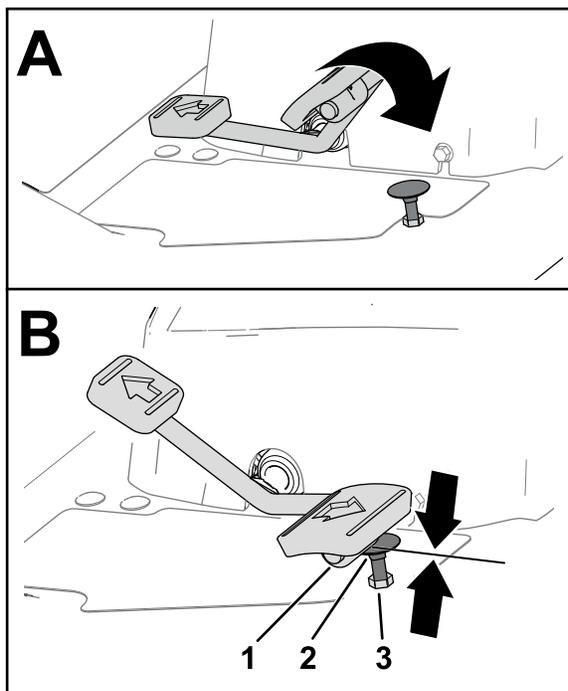
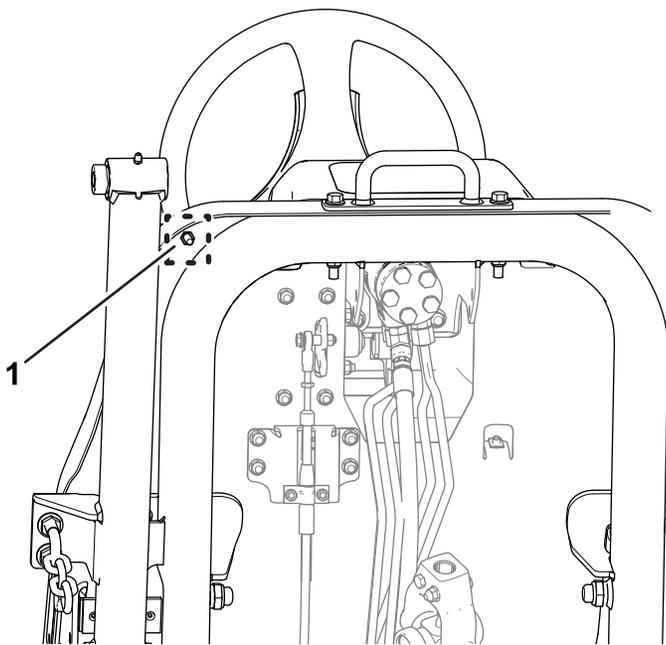

图 81
图 82
1. 将驱动踏板向前推到底图 81。
- A. 使用扳手固定驱动踏板止动器图 81。
- B. 拧松脚踏板底部的锁紧螺母图 82。
- C. 将驱动踏板向前推到底图 81。
D. 在固定驱动踏板止动器的同时调整脚踏板图 81 上方的锁紧螺母直到驱动踏板接触到止动器。
F. 在固定驱动踏板止动器的同时上紧脚踏板图 81 和图 82 底部锁紧螺母的扭矩至 3745N·m。